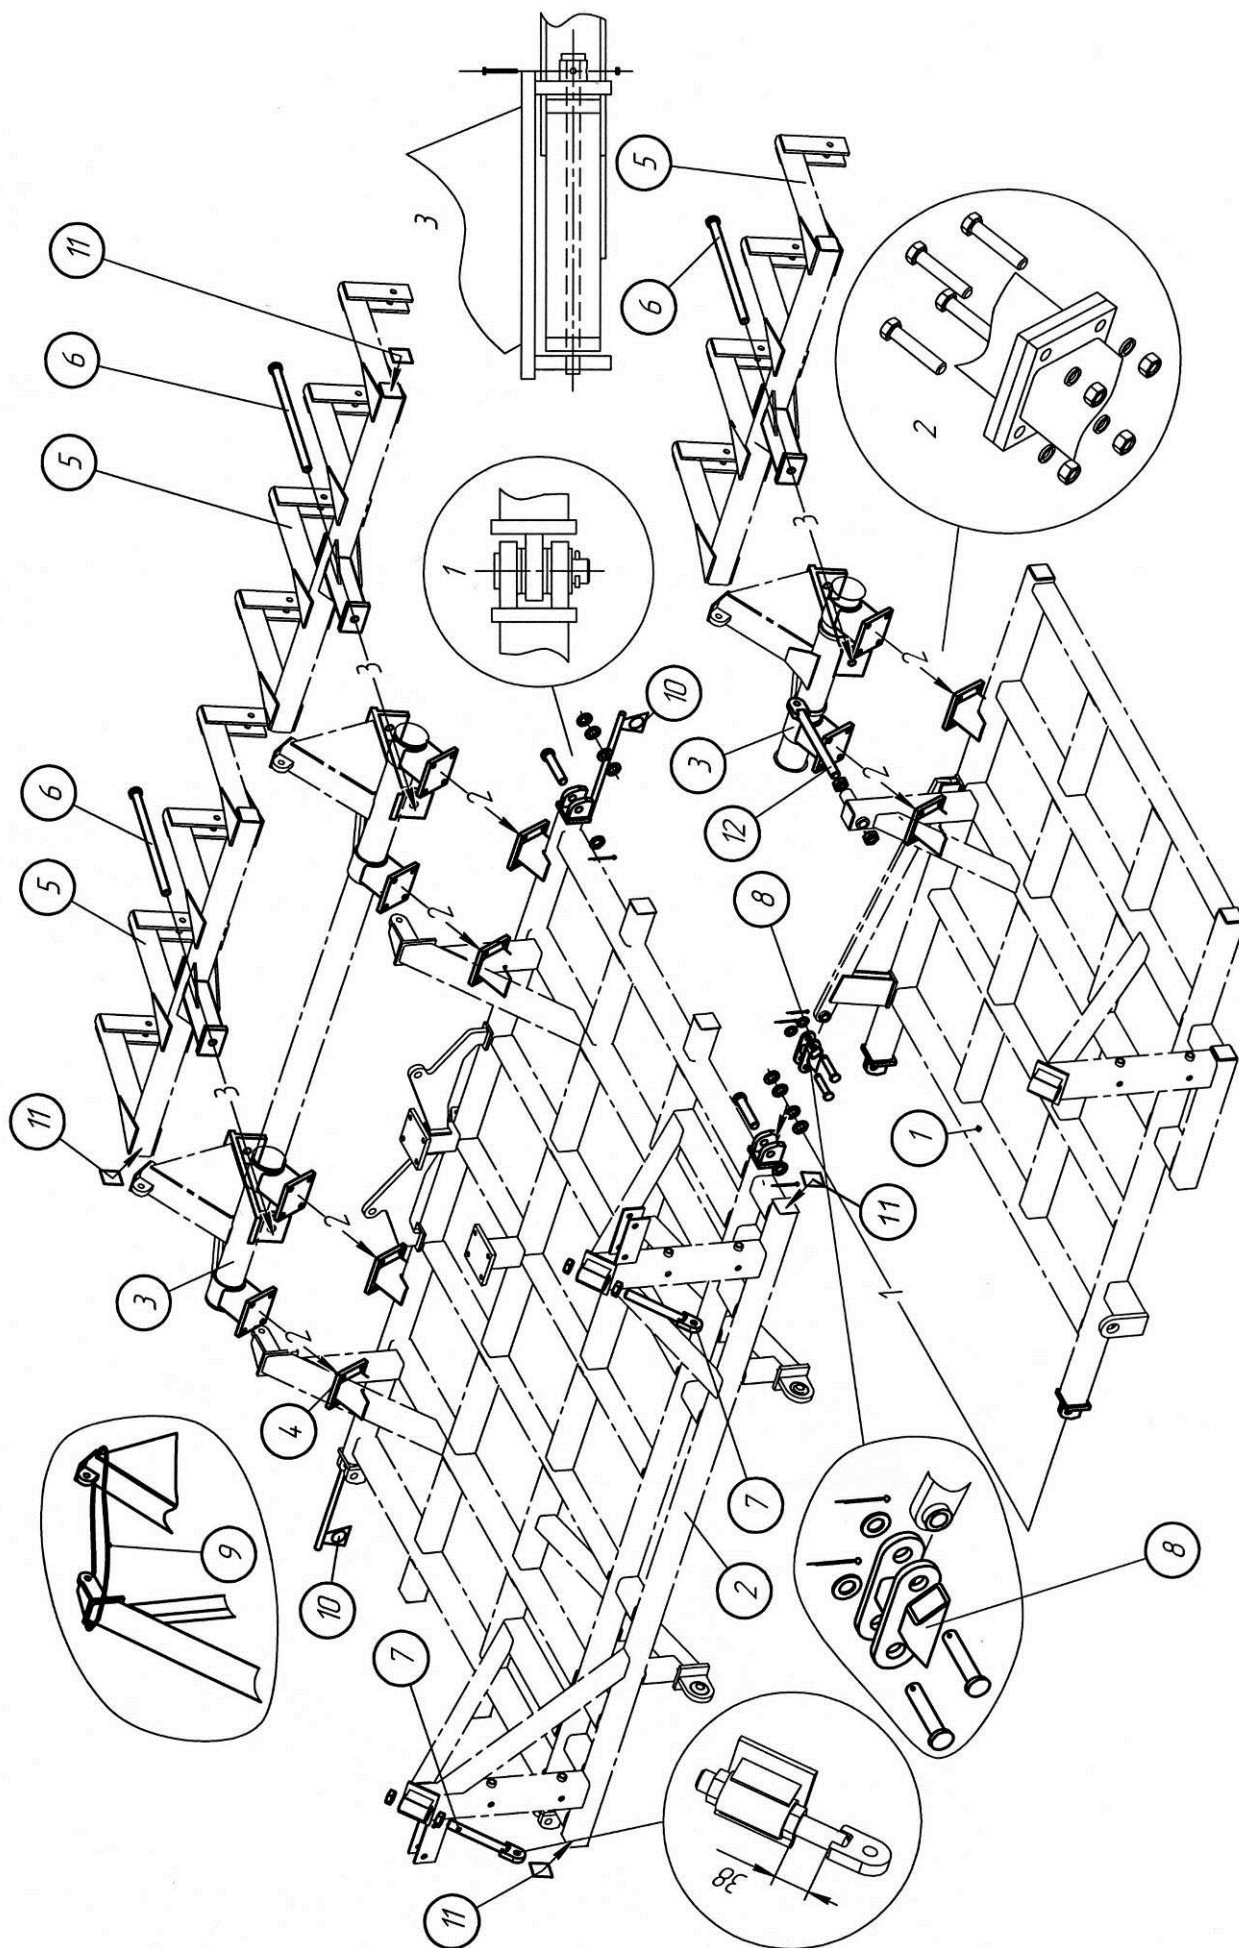

Рис. 4.1.1. Сборка рам, поворотных валов и подвески прикатывающих колес ПК-8,5; ПК-9,7
4.1.1. Установите главную раму 2 на опоры высотой примерно 750 мм (см. рис. 4.1.1, 4.1.2, 4.1.3). Установите кронштейны со световозвращателями 10, задвиньте до упора и зафиксируйте стопорным болтом.
4.1.2. Соедините левую и правую боковые рамы («крылья») 1 с главной рамой, установите пальцы диаметром 32 мм (4 шт.), шайбы (20 шт.) и шпильки 6 x 50 (4 шт.) Между проушинами рам (выноска 1) установите по две (три) шайбы с каждой стороны. На рис. 4.1.1, 4.1.2, 4.1.3 правое крыло не показано.
4.1.4. Совместив установочные пластины 4, закрепите поворотные валы 3 на главной раме и крыльях болтами М20х65 пружинными шайбами и гайками М20 в соответствии с рис. 4.1.1,4.1.2 и 4.1.3.
4.1.6. При использовании ПК «Кузбасс» с металлическими спиральными шлейф-катками установите тележки на поворотные валы, установив пальцы (Ø32х600) и закрепив их болтами М10х65 и гайками М10, подложив шайбы пружинные (рис.7.1.1 поз.21, рис.7.1.2 поз.20). В процессе сборки поворотные валы можно зафиксировать в нужном положении с помощью цепей 9 (рис.4.1.1-4.1.3).
4.1.8. Закрепите овальные кулисы 8 на кронштейнах рамы (рис.4.1.1, 4.1.2) с помощью пальцев 32х110 и шпилек. Кулисы должны быть установлены наваренными выступами внутрь рамы (при поднятых крыльях эти выступы должны лежать на вертикальных упорах главной рамы).